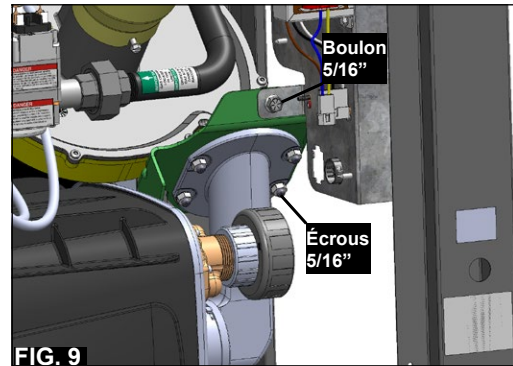

FIG. 9
8. Retirez les écrous 5/16" (x4) et le boulon 5/16" (x1) qui fixent le collecteur d'air (corne) au support du ventilateur et au panneau électrique. (Fig. 9).